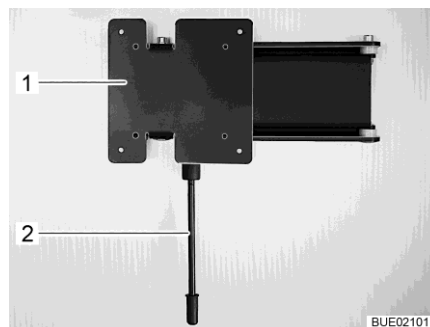

Bild 107 Wandhalterung
**Positionieren:** ■ Den Entriegelungshebel (Bild 107,1) nach unten ziehen und die Halterung (Bild 107,2) mit dem Flachbildschirm in die gewünschte Position drehen.